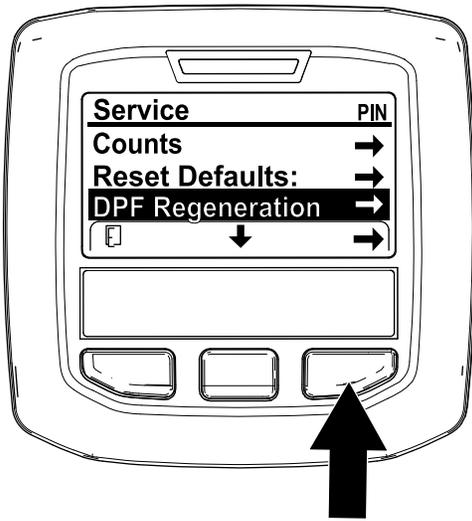

图6
- 访问 Service（维护）菜单，按中间按钮向下滚动至 DPF REGENERATION（DPF 再生）选项（图6）。
2. 按右侧按钮选择 DPF Regeneration (DPF 再生) 条目 (图6)。